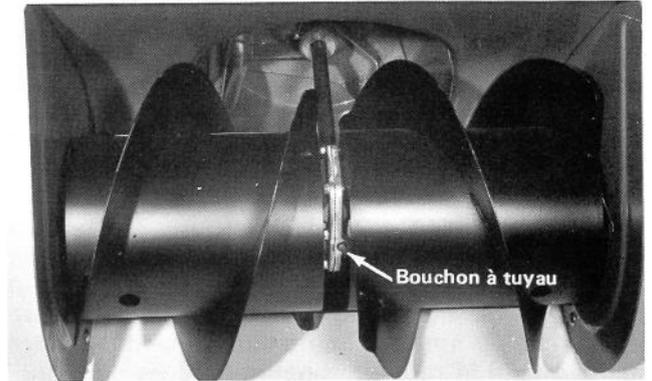

Figure 18
2. Enlevez le bouchon à tuyau fermant le carter d'engrenage (Fig. 18) et vérifiez le niveau de l'huile qui doit être à ras du trou de remplissage.
4. Refermez le carter d'engrenage à l'aide du bouchon à tuyau (Fig. 18).